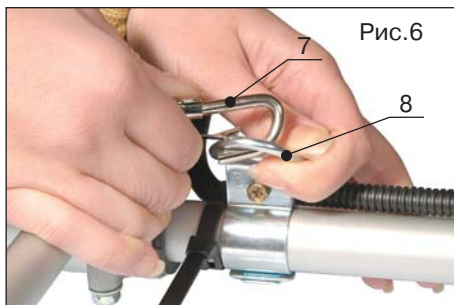

Рис.6
- С помощью "карабина" (поз.7, рис.6) наденьте наплечный ремень на застёжку (поз.8, рис.6).